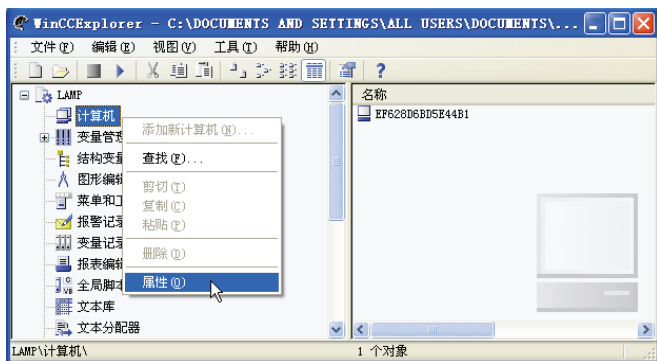

图 3-10 打开“属性”（1）
1) 选中 WinCC 项目管理器浏览窗口中的“计算机”，单击鼠标右键，在弹出的菜单中单击“属性”命令，如图 3-10 所示，弹出“计算机列表属性”对话框，如图 3-11 所示。单击“属性”按钮，弹出“计算机属性”对话框，如图 3-12 所示。